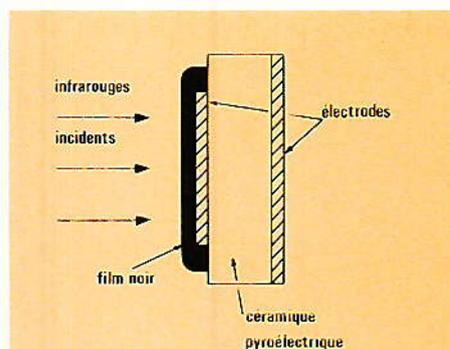

Figure 47
**A**fin d'améliorer la conversion, en chaleur, du rayonnement infrarouge incident, on recouvre la surface captrice de l'élément sensible à l'aide d'un film noir à fort coefficient d'absorption, **figure 47**.